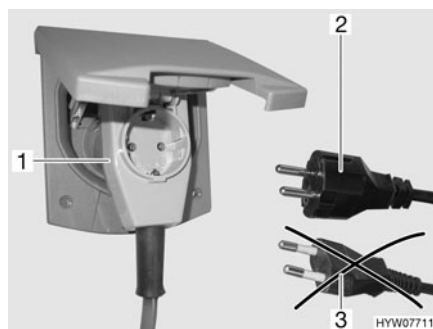

Fig. 102 Conexión a un conector con salida lateral del cable con caja de enchufe
- ▶ Al utilizar un acoplamiento acodado CEE 17, con caja de enchufe incorporada en el lado trasero (Fig. 102,1), emplear únicamente un conector IP 44 de goma impermeable, con contacto protector (Fig. 102,2). No utilizar conector sin contacto protector (Fig. 102,3). ¡Peligro de electrocución!